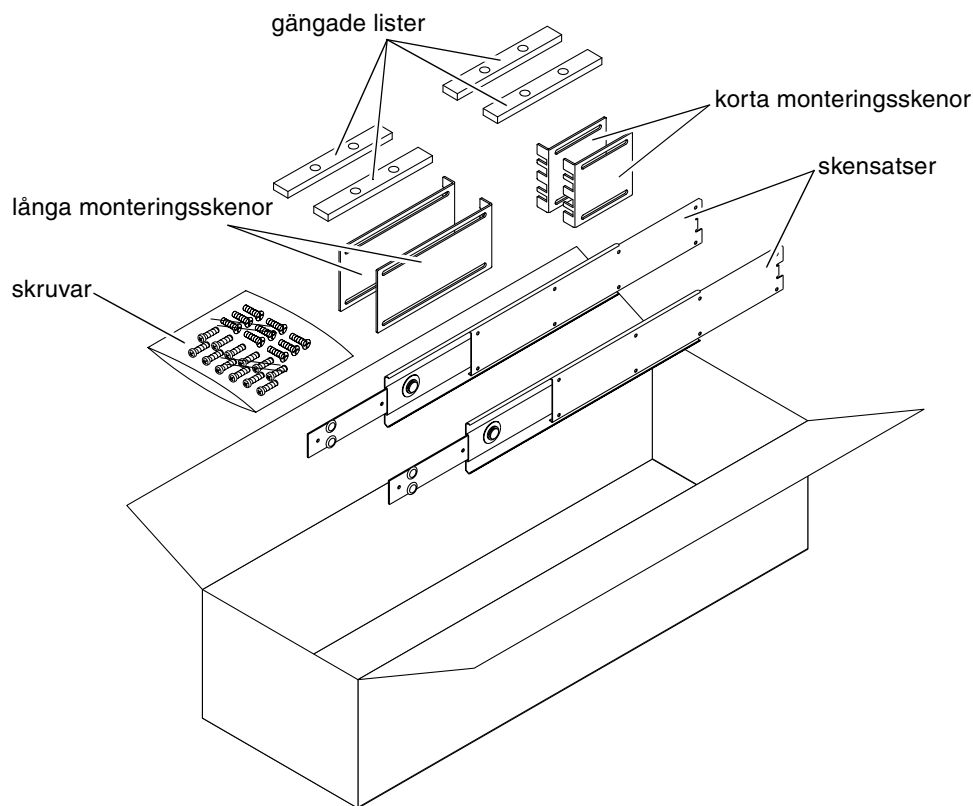

BILD 3-6 Innehåll i paketet för 19-tums 4-bensrack med skensats
3. Ta fram skensatserna från rackpaketet (BILD 3-6).
6. Ta fram de korta och långa monteringsskenaorna från rackpaketet (BILD 3-6).